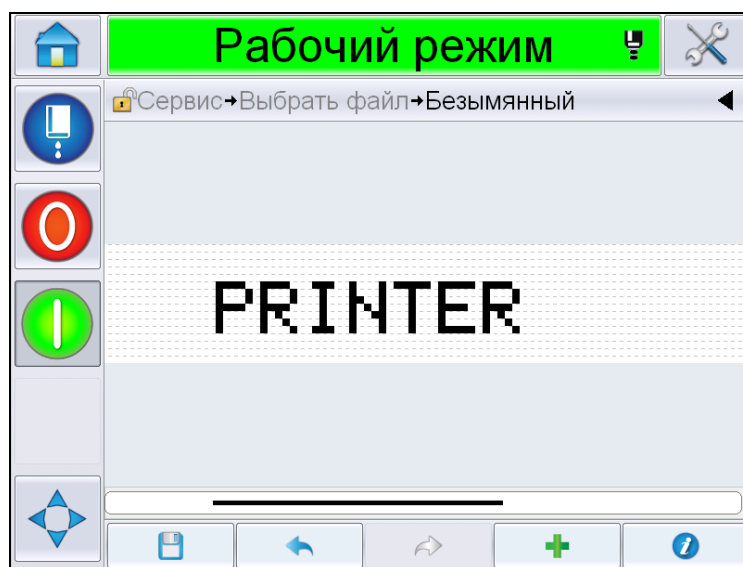

Рис. 5-37: Свободный текст на странице Сообщения
- 17 Выберите и установите параметры в соответствии с требованиями и нажмите **OK**. Сообщение со свободным текстом отобразится на странице *Сообщений* (Рис. 5-37).